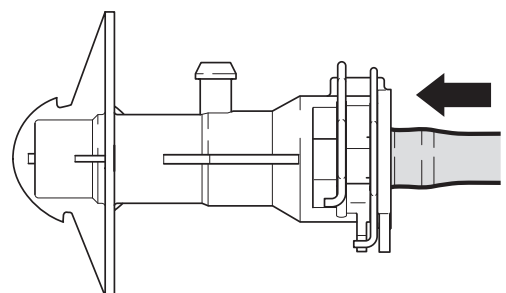

Fig. 7: O orifício de purga está livre com a tubagem de ligação inserida e os cliques fechados
8. Empurrar a tubagem até ao batente na ligação (fig. 7)